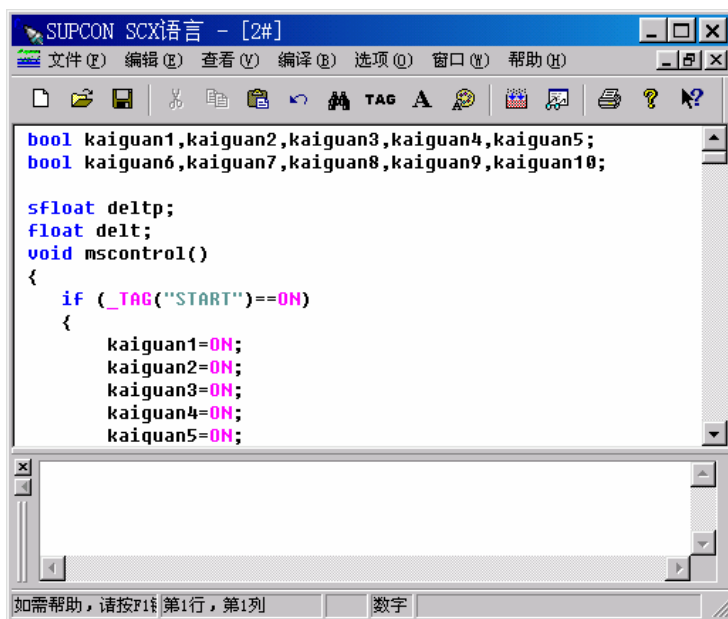

图 2-2 SCX 语言软件编辑环境
- 在自定义控制算法设置对话框中，选中某一具体控制站，并在 SCX 语言编程输入框中输入待编辑的程序文件名，单击编辑按钮，将弹出 SCX 语言软件的编辑环境，如图 2-2 所示。